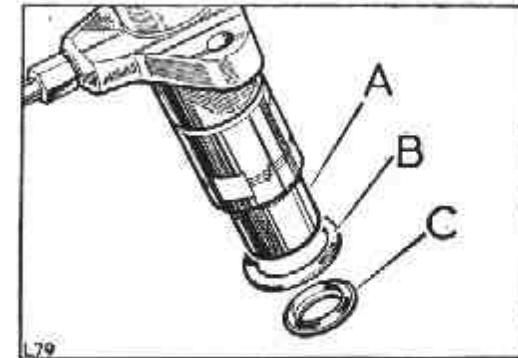

Fig. 88. Colocación de las arandelas del inyector.
- 2.º Se extraerá el conjunto del porta-inyector con sus arandelas de cobre y acero de unión a la culata y se instalará el nuevo porta-inyector teniendo cuidado de no deteriorar el inyector, con las dos arandelas nuevas, debiendo situar la de acero con la parte hueca hacia abajo (fig. 88).